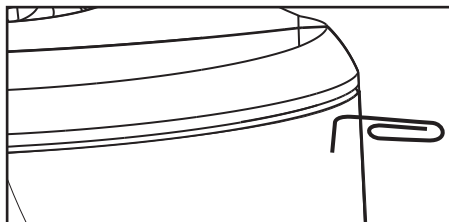

FIGURE 4
1. Separate the parts of the speaker. Remove the brackets and bracket knobs. Remove the grille by carefully hooking it with a bent paper clip and pulling it gently away from the cabinet [figure 4].
1. Retirez d'abord les boutons des supports et dégagez l'enceinte. Puis retirez la grille de l'enceinte en la dégageant délicatement à l'aide d'un trombone plié [figure 4].